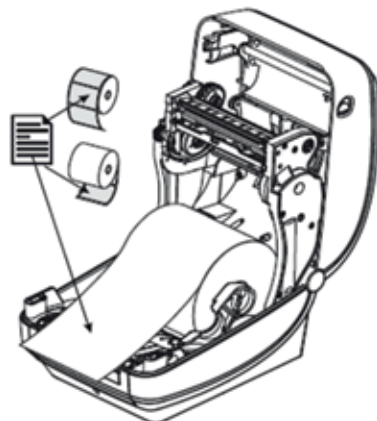

Figure 22
- Tirer sur le papier pour en dérouler une longueur à l'avant de l'imprimante. S'assurer que le rouleau tourne librement. Le rouleau ne doit pas être posé au fond du compartiment papier. S'assurer que la surface imprimable du papier est orientée vers le haut (voir Figure 22).